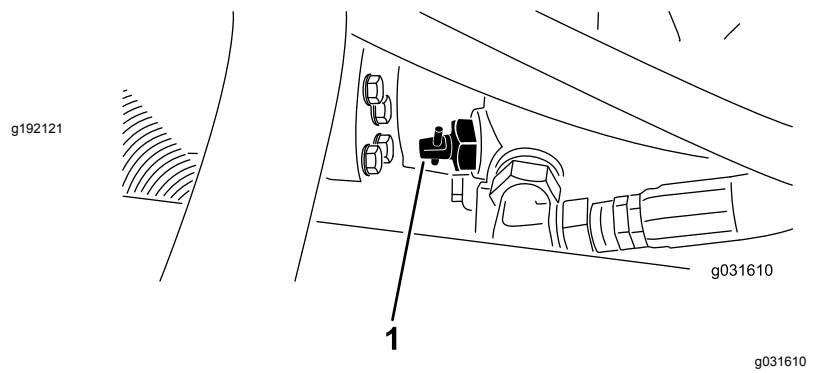

Figure 24
1. Localisez la vanne de dérivation sur la pompe (Figure 24) et desserrez-la en la tournant de 90° (1/4 de tour).